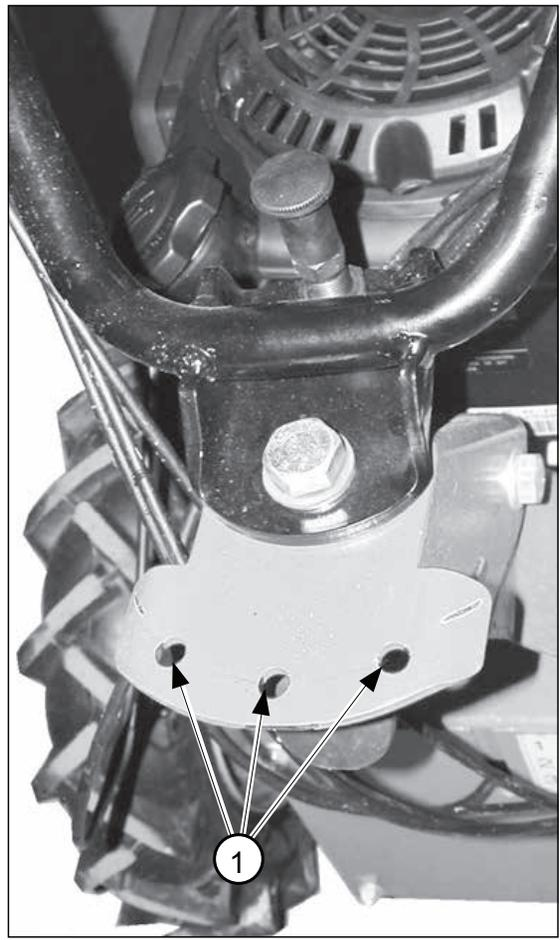

Abb. 5
- 5) Arretierlöcher (Pos.1 Abb. 5) des Stiftes / Kopfes (Pos.1 Abb.4) seitliche Verriegelung des Holmes.